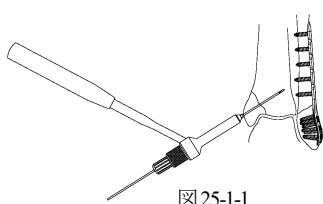

図 25-1-1
- 2) 経皮的挿入器 (図 25-1-1)、パラレルガイド (図 25-1-2) 又は 1.3 ガイドピン用ガイド (S) (図 25-2) を用いて、1.3 ガイドピンを適位深さまで刺入します。